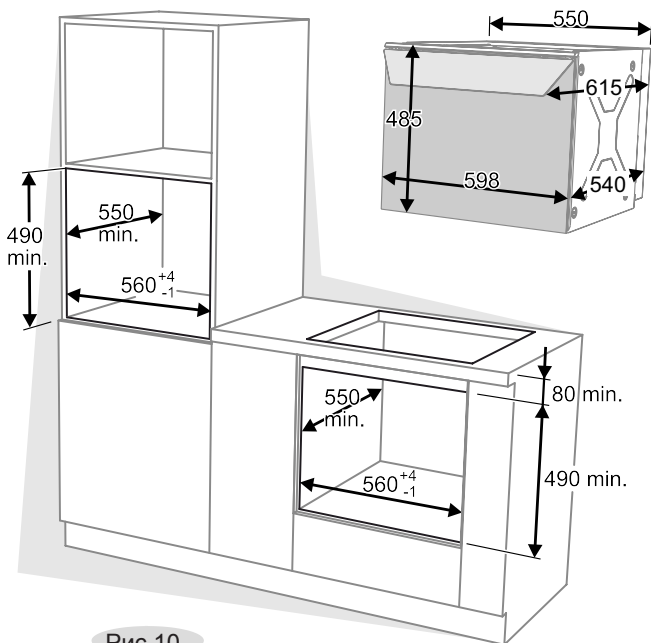

Рис.10
- Д у х о в к а встраивается в напольную тумбу или пенал кухонного гарнитура, в которых имеется ниша с размерами, указанными на рис.10